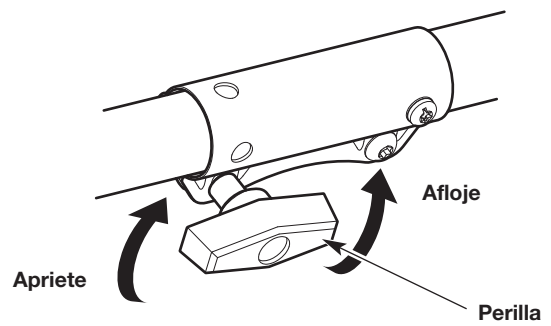

Fig. 5
3. Gire la perilla en el sentido contrario a las agujas del reloj para aflojar el acoplador (Fig. 5).
6. Gire la perilla en el sentido de las agujas del reloj para apretar el acoplador (Fig. 5).
2. Gire la perilla en el sentido contrario a las agujas del reloj para aflojar el acoplador (Fig. 5).